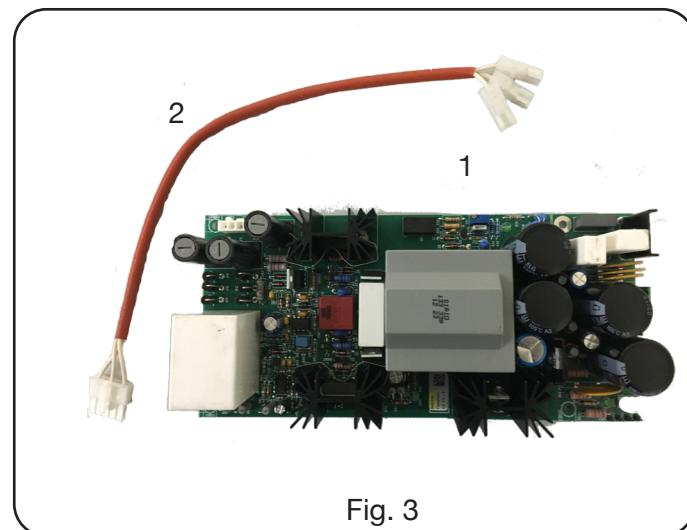

Fig. 3
El Kit Alimentación Robot, art. 435.00 se compone de los elementos visibles en fig. 3.
- Colocar la tarjeta 1 (Fig. 3) en el apropiado alojamiento del Generador junto al circuito de medida pos.4 (380.80, 39x.80) / circuito de precarga pos. 87 (381.80)
- Conectar un extremo del cablaje 2 (Fig. 3) al conector J1 de tarjeta 1 (Fig. 3).
- Conectar el otro extremo del cablaje 2 (Fig. 3) en los puntos indicados en el esquema eléctrico correspondiente al Generador en uso (par. 8).